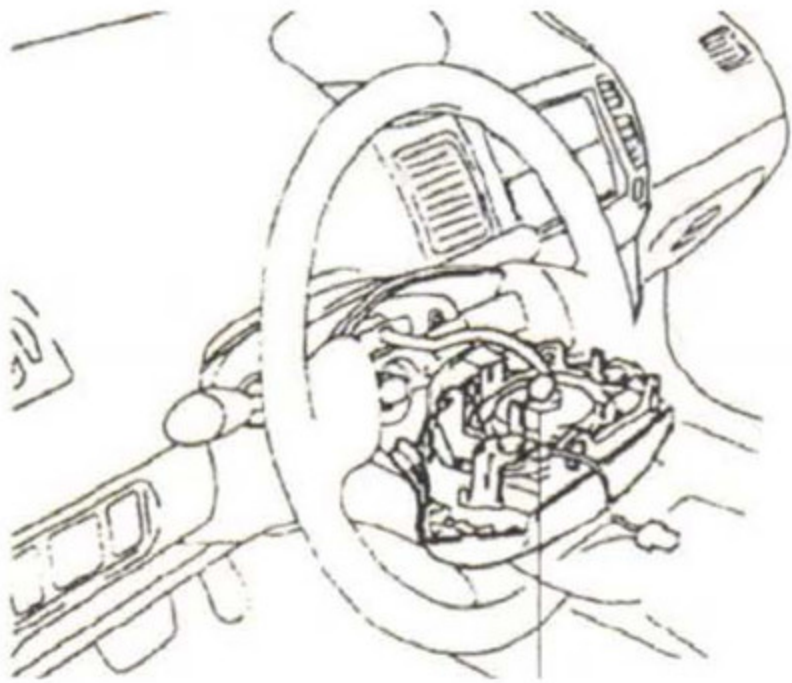

图3
- (1) 用一字起撬开转向盘饰盖。
- (2) 用套筒扳手或者螺丝刀，松下 2 个螺栓。
- (3) 从转向盘中拉出喇叭按钮总成，如 图3 所示。